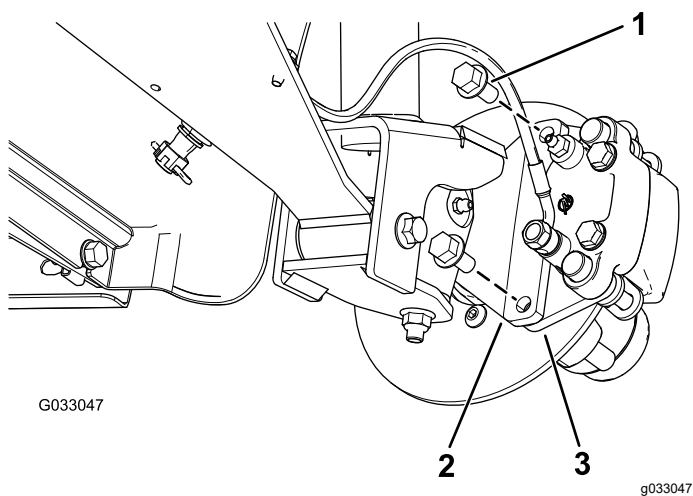
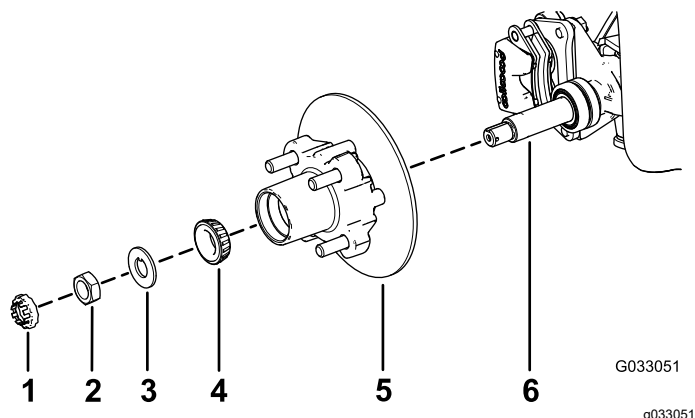

Figura 25
Figura 29
3. Togliete i bulloni a testa flangiata ($\frac{3}{8}$ " x $\frac{3}{4}$ "") che fissano la staffa del gruppo del freno al mandrino e separate il freno dal mandrino (Figura 25).
1. Lubrificate leggermente il mandrino con il grasso specificato (Figura 29).
2. Montate il mozzo e il rotore sul mandrino con il rotore verso l'interno (Figura 29).
3. Montate il cuscinetto esterno sul mandrino e inserite il cuscinetto sull'anello esterno (Figura 29).
4. Montate la rondella di sicurezza sul mandrino (Figura 29).
5. Avvitare il dado del mandrino sul mandrino e serrate il dado a 15 N·m mentre ruotate il mozzo per posizionare in sede il cuscinetto (Figura 29).
2. Allineate le pastiglie dei freni su ciascun lato del rotore (Figura 25) e i fori sulla staffa della pinza con i fori sul supporto del freno del telaio del mandrino (Figura 29).
3. Fissate la staffa del calibro al telaio del mandrino (Figura 25) utilizzando i 2 bulloni a testa flangiata ($\frac{3}{8}$ " x $\frac{3}{4}$ ").